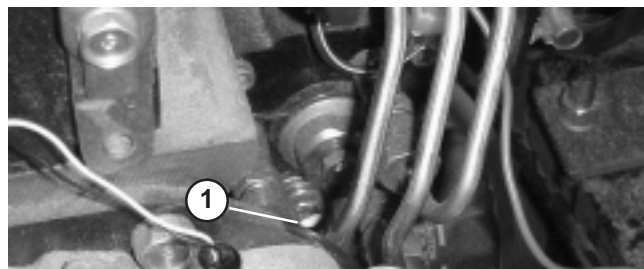

Bild 26
3. Öffnen Sie die Entlüftungsschraube an der Kraftstoffeinspritzpumpe (Bild 26) mit einem 10 mm Schraubenschlüssel.